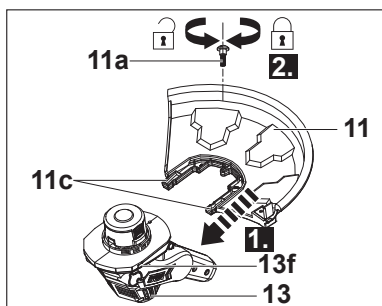

Fig. 1
1. Voltee el cabezal del cortabordes (13) de manera que quede orientado hacia arriba.
2. Alinee las lengüetas (11c) de la guarda de protección (11) con los cantos planos (13f) presentes en el cabezal del cortabordes (13) y encaje la guarda en su sitio (Fig. 1, paso 1). Asegúrese de que las lengüetas hayan encajado en su sitio.
3. Fije la guarda de protección (11) en su lugar utilizando su correspondiente tornillo (11a) (Fig. 1, paso 2).